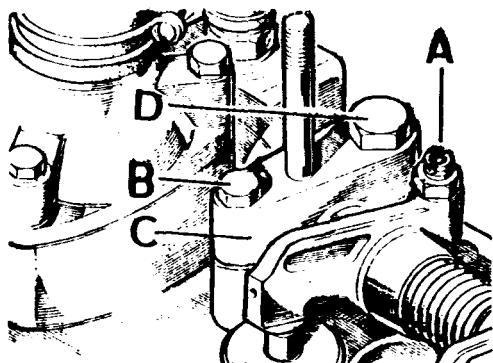

Fig. A3-45 Desmontaje del árbol de balancines
- 1.4. Aflojar las tuercas y tornillos de ajuste, A (Fig. A3-45), para dejar parcialmente libres las varillas de empuje.
- 1.5. Desmontar los tornillos, B (Fig. A3-45) de fijación del eje a los soportes, C, y soltar los siete tornillos, D que fijan el conjunto árbol de balancines a la culata.